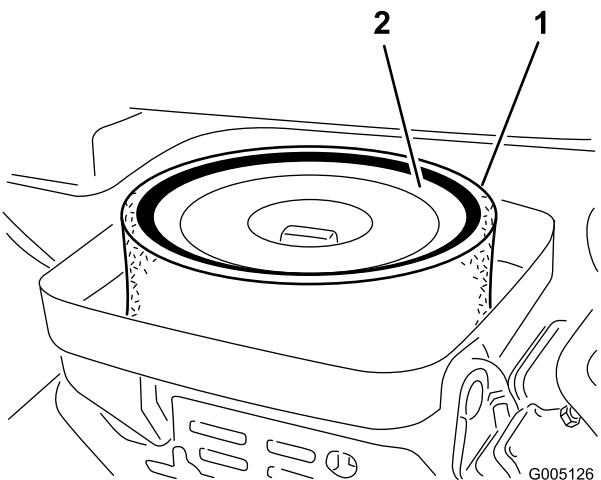

Figura 48
- Se l'elemento in schiuma sintetica è sporco, rimuovetelo dall'elemento di carta (Figura 48). Pulitelo accuratamente, come indicato di seguito: